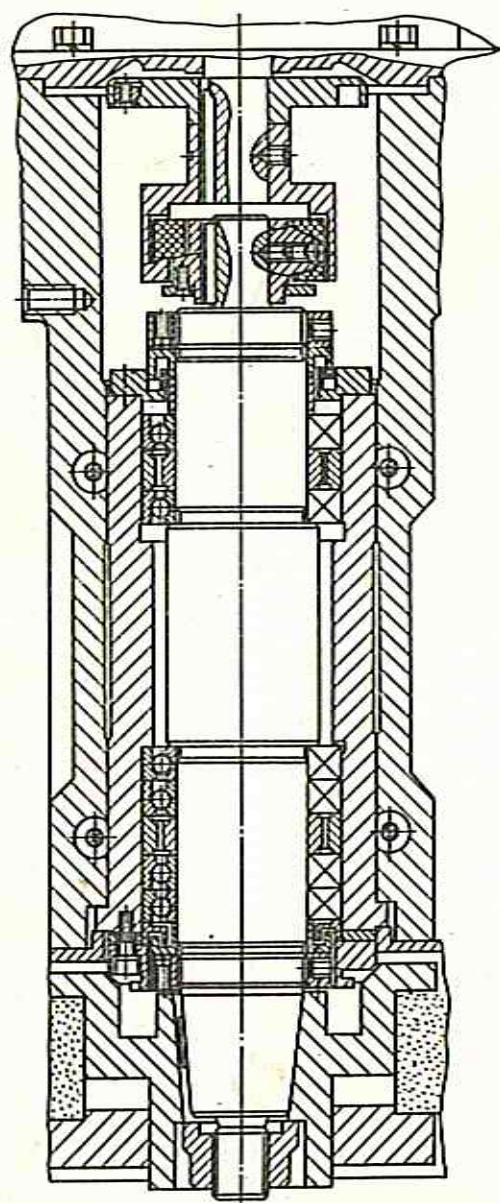

Рис. 7. Шлифовальная бабка
6.3. Конструкция составных частей станка (рис. 7-II)